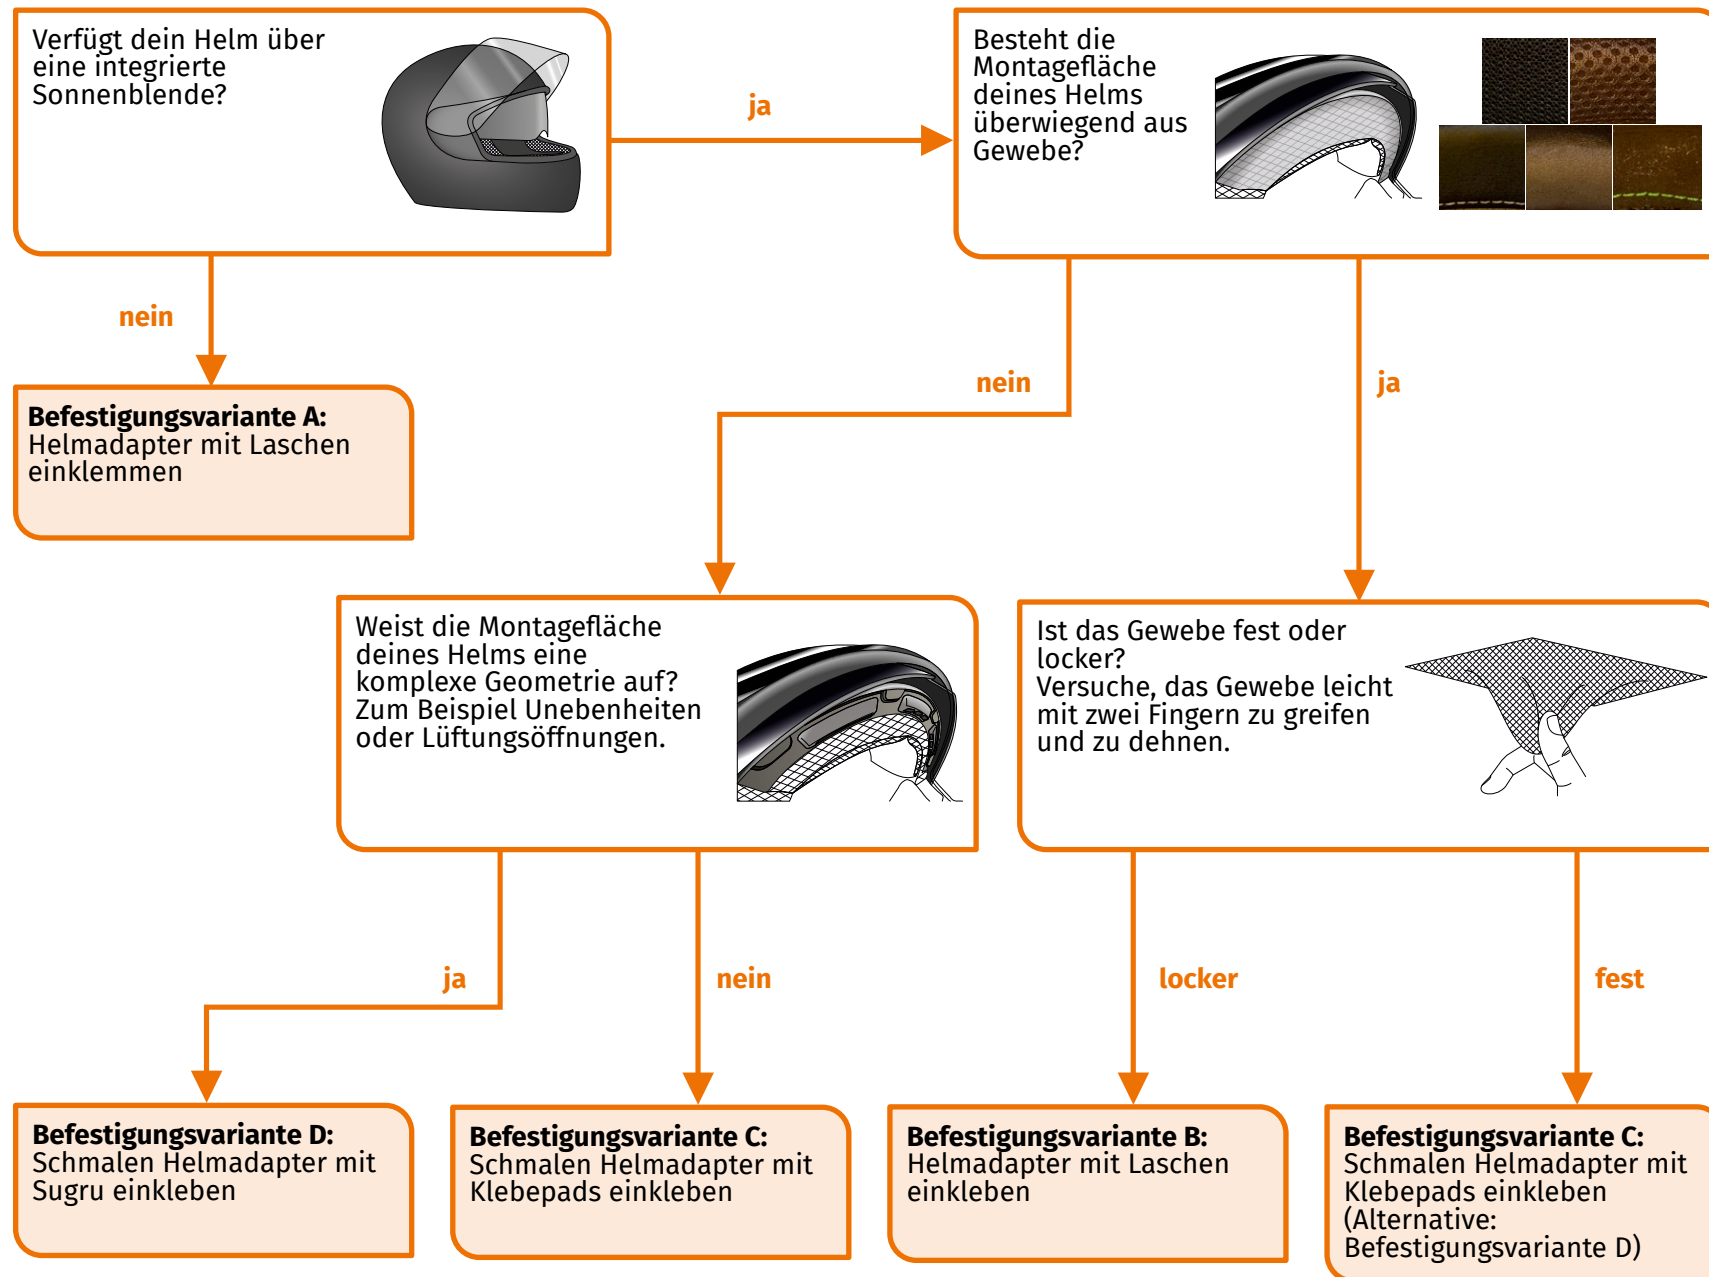

ABBILDUNG 4 // Entscheidungshilfe: Auswahl des Helmadapters
1. Bestimme deinen Helmtyp und die dazu passende Befestigungsvariante (ABBILDUNG 4).
Auf den Seiten nach der Entscheidungshilfe (ABBILDUNG 4) findest du Beispiele für verschiedene Helmtypen und Gewebearten und Details zur Auswahl der Befestigungsvarianten (Kapitel „3.2 Beispiele für Helmtypen“, Seite 63)